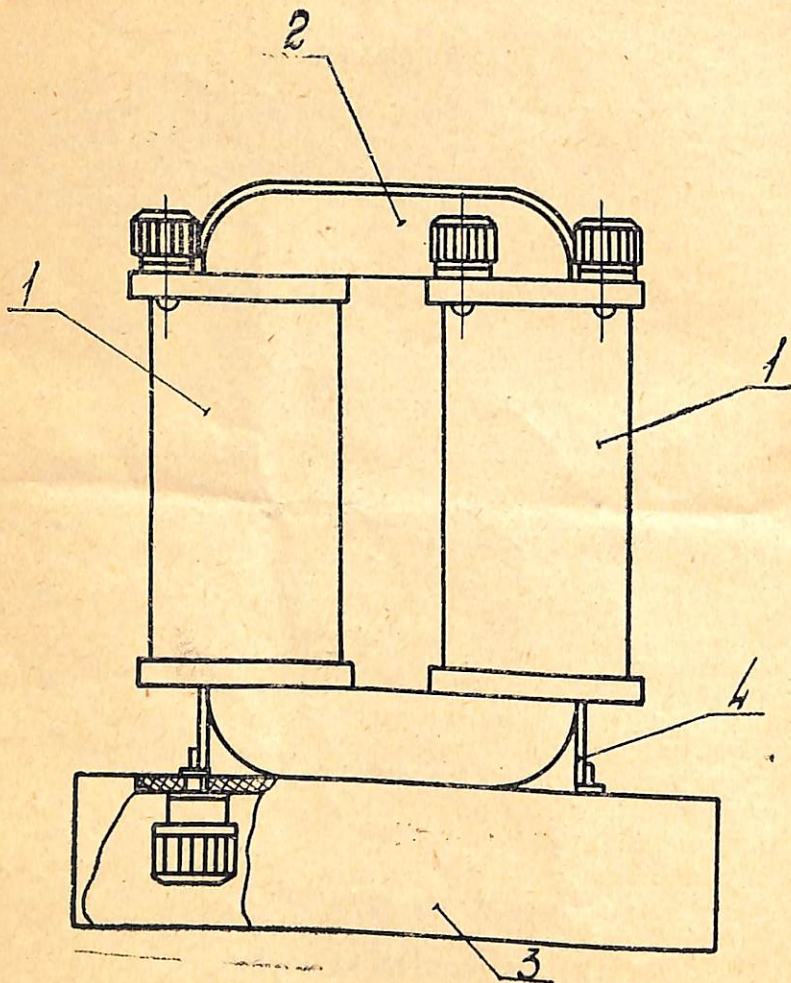

Рис. 1.
4.1. Трансформатор состоит из следующих основных частей (рис. 1): двух катушек 1, магнитопровода 2, основания 3 и обоймы 4.